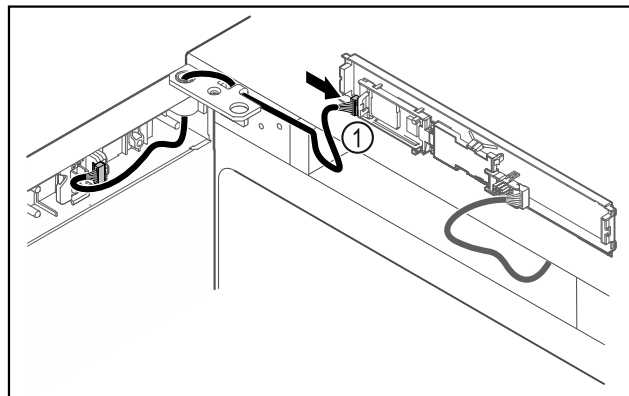

Fig. 49
- Enchufar el conector Fig. 49 (1) en la platina.